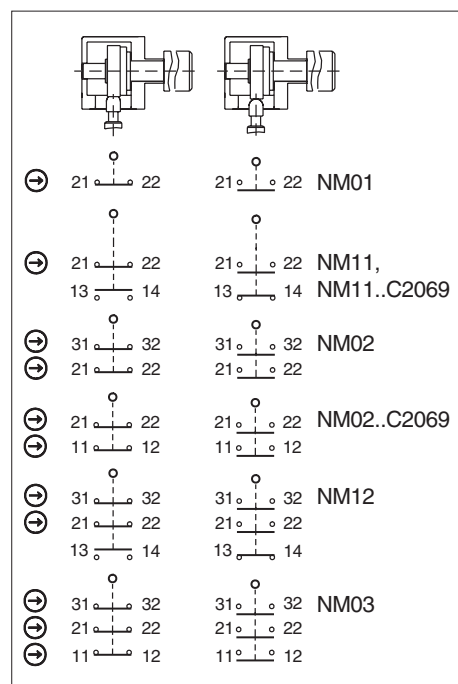

Fig. 3: Microinterruttori e commutazioni
Occorre utilizzare almeno un contatto ⊖. Questo segnala la posizione del riparo (per la disposizione dei contatti vedere Fig. 3).
3. Collegare e serrare i morsetti con una coppia di 0,5 Nm (per la disposizione dei contatti vedere Fig. 3).